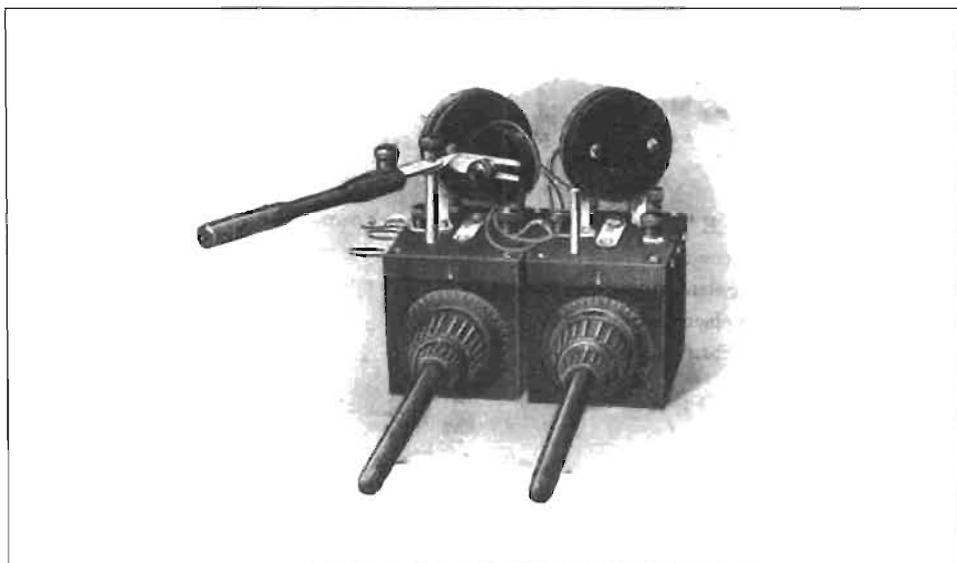

Fig. 1
**Radio-Bloc type "PS" (fig. 1)**
**Radio-Bloc type "P" (fig. 1)**